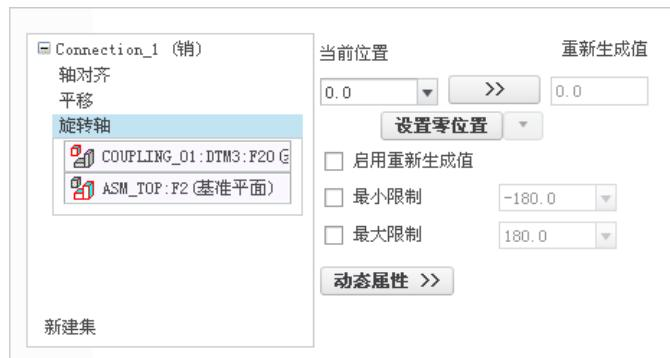

图 7.5.6 设置位置参数
(4) 设置旋转轴参考。在**放置**界面中单击**旋转轴**选项,在模型树中选取COUPLING_01中的基准平面DTM3和装配中的基准平面ASM_TOP为旋转轴参考。
(5) 设置位置参数。在**放置**界面右侧**当前位置**区域下的文本框中输入值0,并按Enter键确认;单击**>>**按钮,选中**启用重新生成值**复选框,如图7.5.6所示。